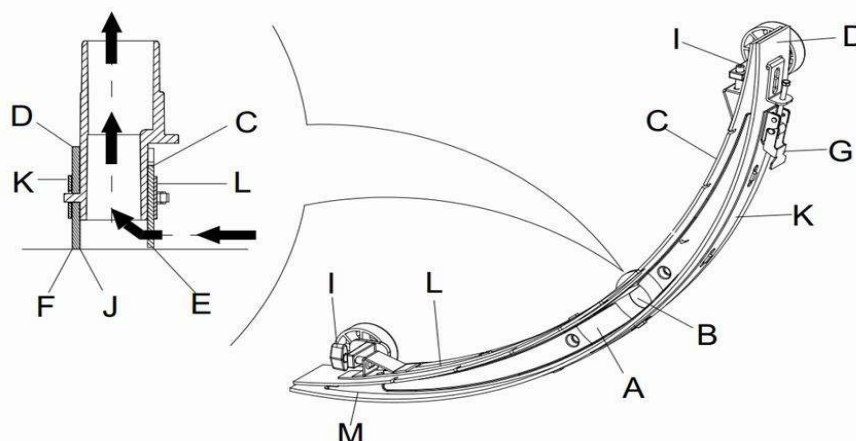

Figura 10
2. Premere l'interruttore (38) in posizione "O" per spegnere l'apparecchio.
3. Svitare il pomo di fissaggio (16) del tergipavimento; staccare il connettore che collega il tubo di drenaggio del tergipavimento, e staccare il tergipavimento.
4. Usare la manopola di sollevamento del tergipavimento (14) per sollevare il telaio di supporto del tergipavimento.
5. Pulire il tergipavimento (**Figura 10**). Pulire in particolare la scanalatura (**A**, **Figura 10**) e rimuovere sporcizia e frammenti dal tubo di aspirazione. Verificare che la lama frontale del tergipavimento (C) e la lama posteriore del tergipavimento (D) siano intatte, e se ci sono bordi incrinati o fessure. Cambiarli se necessario (fare riferimento ai passi nella sezione successiva).
1. Seguire le modalità riportate nella sezione precedente per pulire il tergipavimento (**Figura 10**).
2. Verificare il bordo (**E**, **Figura 10**) della lama frontale del tergipavimento e il bordo (F) della lama posteriore del tergipavimento (D). Lungo l'intera lunghezza, dovrebbero essere allo stesso livello. Altrimenti, regolarne le altezze attraverso la seguente procedura.
- Aprire il gancio (G) per far sì che la lama posteriore (D) si stacchi dal supporto (M) per la regolazione della posizione del tergipavimento. Quindi bloccare di nuovo il gancio.
- Allentare la manopola (I) per regolare la lama anteriore (C); stringerla dopo la regolazione.
3. Verificare se la lama frontale (C) e la lama posteriore del tergipavimento (D) sono intatte e se vi sono incrinature o fessure. Se necessario, cambiarle nel seguente modo. Verificare se il bordo